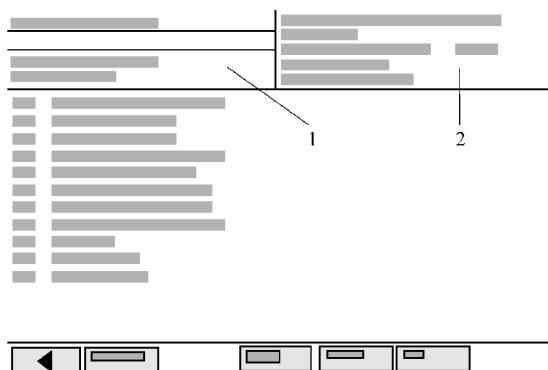
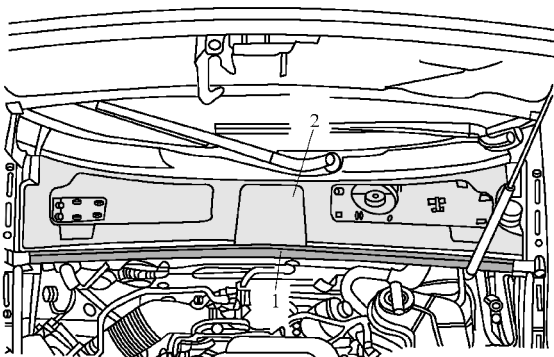

图 1-5-69 汽车诊断、测量和信息系统
图 1-5-70 拆下排水槽盖板
(1) 连接汽车诊断、测量和信息系统 V. A. S 5051 A 并选择汽车系统“01-发动机电控系统”，点火开关这时必须开着。如图 1-5-69 所示，在汽车诊断、测量和信息系统 V. A. S 5051 A 的显示屏上显示控制单元识别号 1 和代码 2。
(2) 原则上先显示控制单元识别号并把此识别号打印出来。
(3) 关闭点火开关。
(4) 如图 1-5-70 所示，拉出排水槽盖板的橡胶密封条 1，拆下排水槽盖板 2。
(5) 用一把螺钉旋具撬下刮水器摆臂上的盖罩并将六角螺母旋出。
(6) 用拉拔器 T10130 将刮水器摆臂从刮水器轴上拔下。